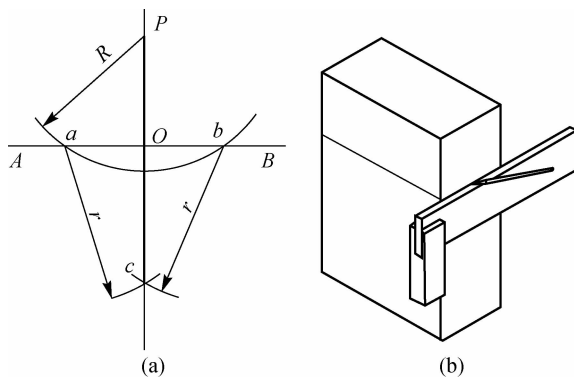

图 1-16 划垂直线
与已知直线相交两点 a, b ; 以 a, b 为圆心, 以 r 为半径划弧, 两弧交于 c ; 连接 P, c 与已知直线交于 O , PO 即为所作垂线, 如图 1-16(a) 所示。
(2) 用直角尺划垂直线。在要求划与某一平面垂直的加工线时, 可用直角尺根据该平面来划出, 如图 1-16(b) 所示。